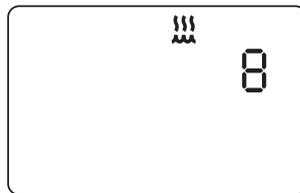

Figure 6-6 Écran de réglage de l'humidificateur
1. Depuis l'écran de pause ou de monitoring, enfoncez la touche  pendant quelques secondes. L'écran de réglage de l'humidificateur s'affiche comme illustré à la figure 6-6.